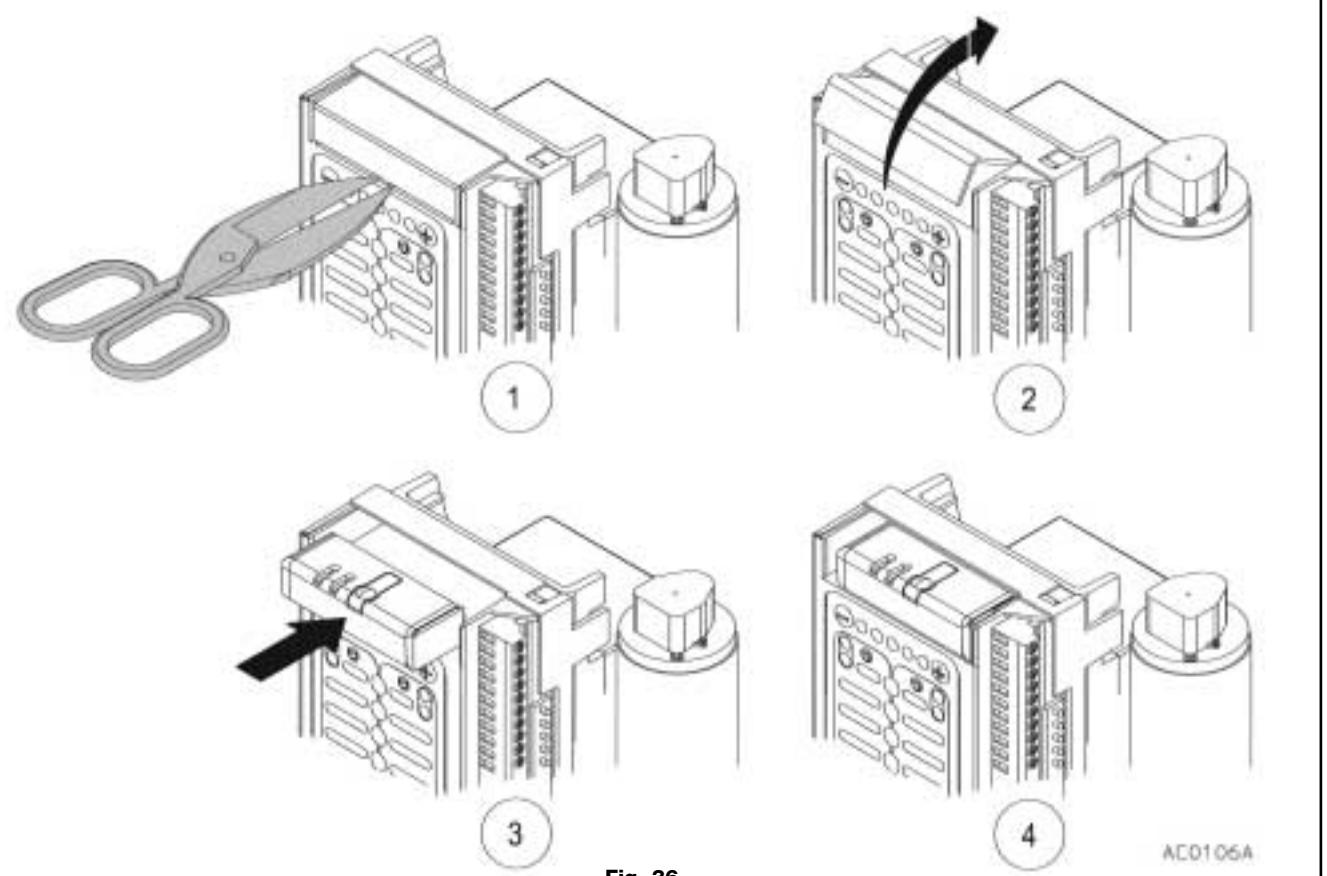

Fig. 36
- Retirer la petite porte (fig. 36) d'accès aux connecteurs, dans la partie haute de l'unité de contrôle.
- a) A l'aide d'un paire de ciseaux ou d'un cutter, couper les 3 secteurs plastique qui retiennent la porte (1 fig. 36).
- b) Plier la porte à l'arrière (2 fig. 36) jusqu'à ce qu'elle se sépare de l'unité de contrôle.
- c) Introduire le récepteur radio (3 fig. 36) en faisant attention à ne pas plier les broches